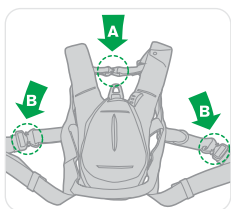

Figura 11
- Introduceți brațele în curelele de umăr și conectați catarama de piept (A) (Figura 11).
- Cuplați catarama de picior (B) (figura 11). Reglați cureaua de picior, trăgând curelele prin catarama pentru a obține o potrivire fermă (figura 14).